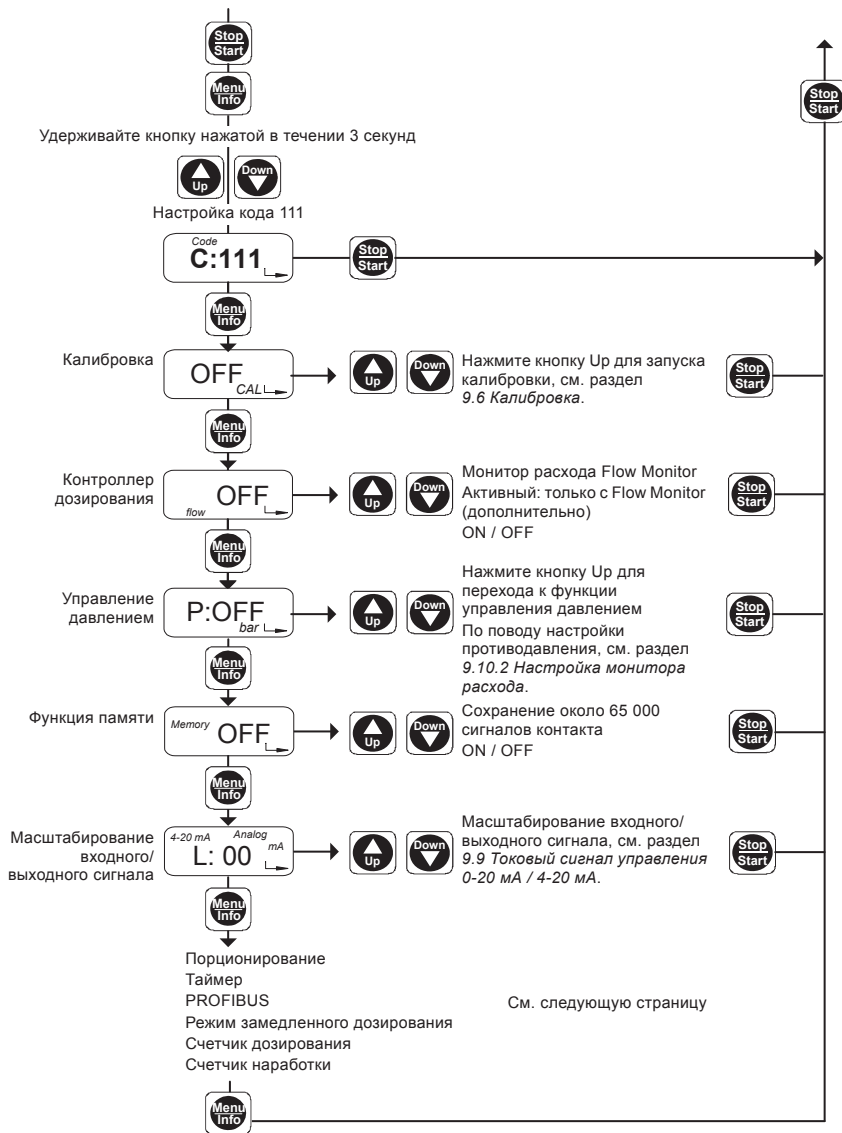

Рис. 42 Второй функциональный уровень, часть 1
2. Кнопки Up и Down используются для изменения настроек в соответствующем меню, как показано на рис. 42.